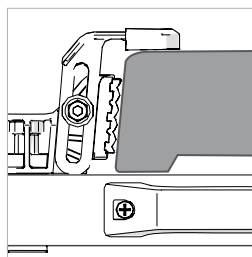

Fig. 19
Si votre scie NE dispose PAS d'une bordure parallèle qui avance sous la pince, alors il vous faut IMPÉRATIVEMENT installer la pince secondaire afin de sécuriser la base depuis le dessus. (Fig. 19)
- Placez la scie à tronçonner sur la table avec le bord de la base pour droitiers (D) de la machine posé contre les deux pinces fixes.
- Si nécessaire, ajustez les pinces secondaires afin que la scie soit encore mieux fixée. (Fig.19) Fixez ces dernières en place en utilisant la clé hexagonale fournie.